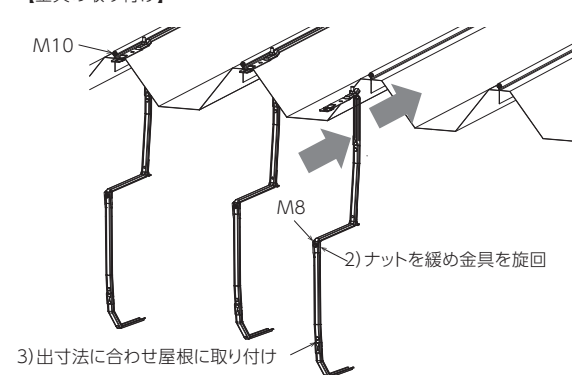

図2【のきといに乗せる】
- 4) のきといを金具の上に乗せます。※落下にご注意ください。(図2参照)